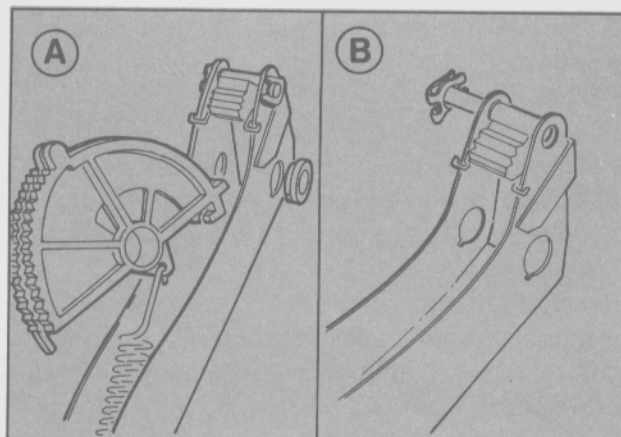

Fig. 12 -
- Retirar los bujes y quitar el segmento dentado del mecanismo de ajuste automático con el muelle de tensión (Fig 12 A).
- Retirar el trinquete y el anillo elástico (Fig. 12 B).